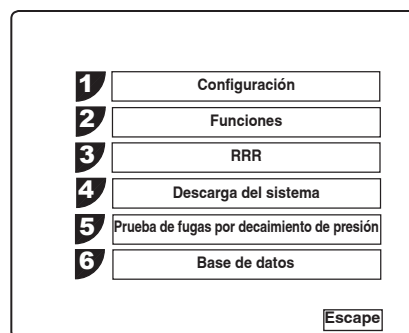

Figura 11
13. Consulte la Figura 11 y seleccione DESCARGA DEL SISTEMA en el menú principal. Presione **OK**.